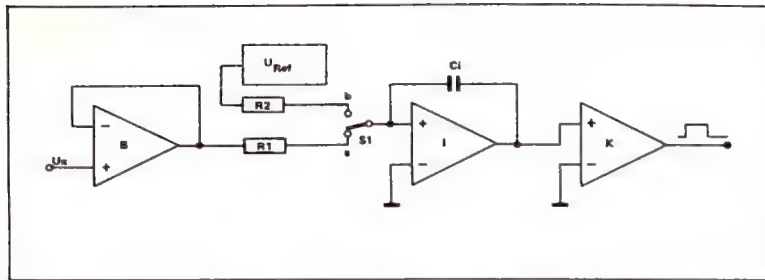

Bild 27. Blockschaltbild eines A/D-Wandlers nach dem Dual-Slope-Verfahren (Zweiflankenwandler). S1 ist selbstverständlich ein elektronischer Schalter.
Bei kommerziellen Meßgeräten wird der A/D-Wandler nach dem „Dual-Slope“-Verfahren wohl am meisten eingesetzt, es handelt sich dabei um einen „Zweiflanken-Umsetzer“, dessen Prinzip Bild 27 zeigt. Vor dem eigentlichen A/D-Wandler ist zumeist ein Pufferverstärker (B) angeordnet, der als Spannungsfolger
Diese Zeitdauer ist nun so aufzubereiten, daß sie als Torzeit für einen Frequenzzähler dienen kann, an dessen Eingang eine konstante Frequenz gelangt. Die Aufgabe des Torschaltens übernimmt der auf den Integrator I folgende Komparator K in Bild 27. Die Grafik Bild 28
Betrachten wir zunächst nur Teil A von Bild 28, dort ist im oberen Teil der Spannungsverlauf am Integrationskondensator dargestellt, im unteren Teil das Ausgangsverhalten des Komparators. Während der genau festgelegten Zeitdauer  $t_0 \dots t_1$  steigt die Spannung am Integrationskondensator auf den Betrag von  $U_x$  an, das ist die ansteigende Flanke in Bild 28A. Die Zeitdauer  $t_0 \dots t_1$  ist gleichzusetzen mit der Zeitdauer, während der Schalter S1 (in Bild 27) in Stellung a steht. Im Zeitpunkt  $t_1$  schaltet S1 in Stellung b um, der Integrationskondensator wird im Zeitraum  $t_1 \dots t_2$  auf Null entladen; die abfallende Flanke versinnbildlicht diesen Vorgang.